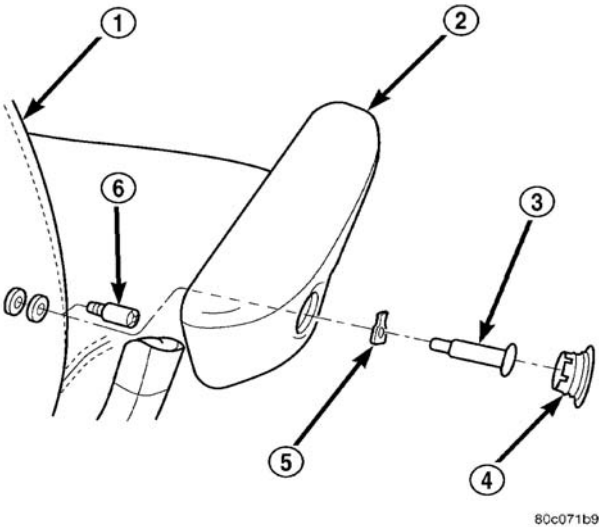

图 13 扶手
- (1) 用一个小的扁平刃工具，从扶手侧撬下盖（图 13）。
- (2) 拆卸将扶手固定到座椅靠背的螺栓。